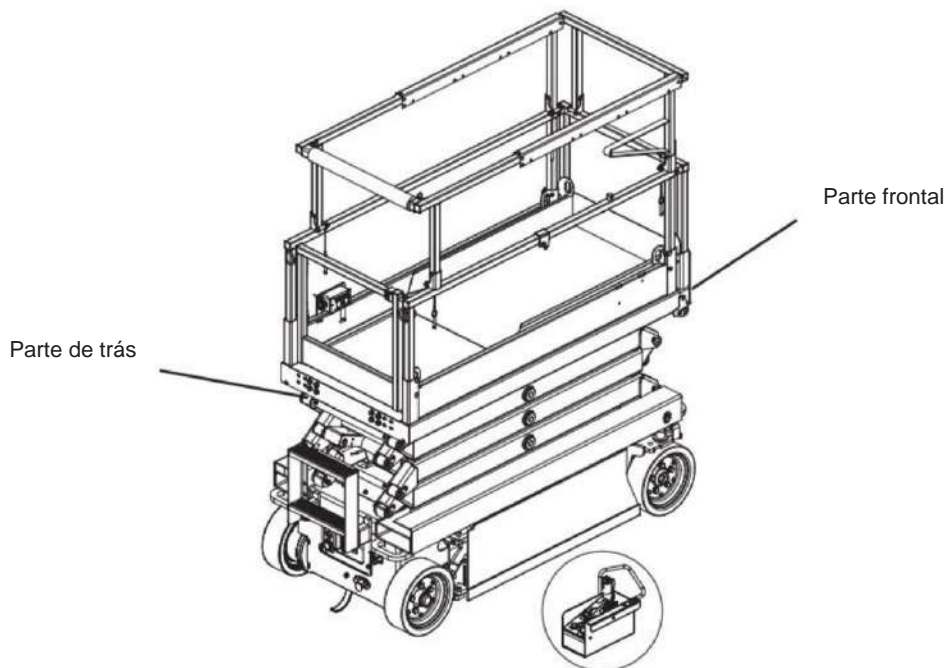

Figura 3-11. Caixa de controle com cabo longo fora da plataforma
- **Certifique-se de que o console do operador e da caixa de controle estejam devidamente orientados na direção para a qual a plataforma aérea está voltada (consulte a Figura 3-11).**